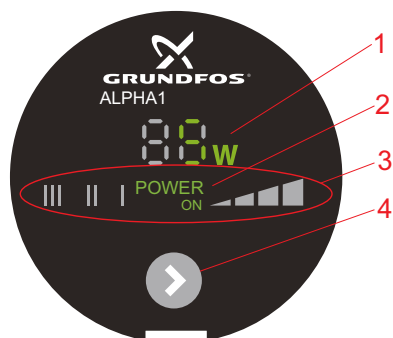

Fig. 8 GRUNDFOS ALPHA1 manöverpanel
Displayen (fig. 8, pos. 1) är aktiverad när pumpen är i drift. Displayen visar pumpens faktiska energiförbrukning i W (i heltal) under drift.
"POWER ON"-ljusfältet (fig. 8, pos. 2) är tänd när strömförsörjningen är på.
Pumpen har sju inställningsmöjligheter vilka väljs med tryckknappen. Se fig. 8, pos. 4.
För varje knapptryckning (fig. 8, pos. 4) ändras pumpens inställning.